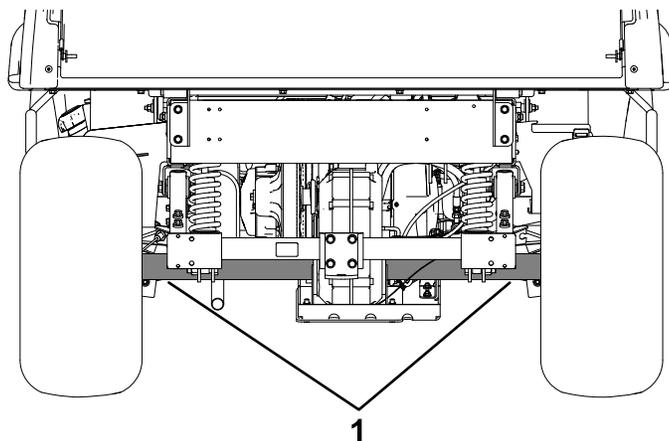

Рисунок 20
- Точка подъема в задней части автомобиля находится под трубами моста (Рисунок 20).